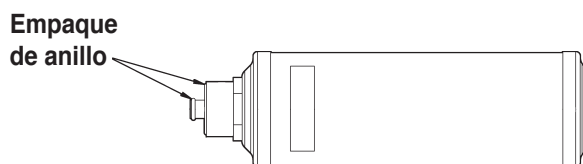

Figura 9
6. Vea el filtro nuevo, verifique que ambos empaques de anillo estén lubricados y colocados correctamente en las ranuras. Consulte la Figura 9. Enrosque el filtro nuevo en su lugar. Presione **START/YES (inicio/sí)**.